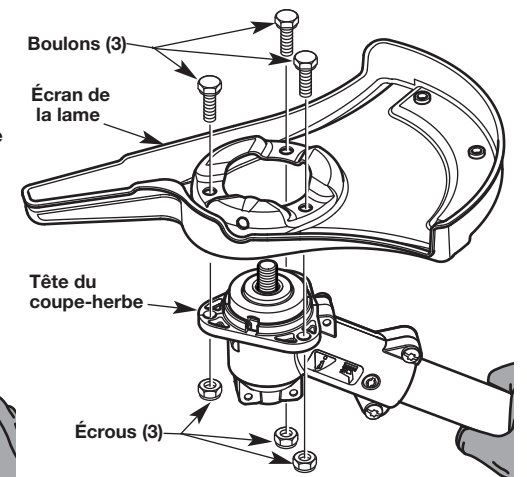

Fig. 9
2. Tenez l'appareil en position d'utilisation (Fig. 9), puis positionnez la poignée en D de manière à assurer une prise idéale.
2. Fixez l'écran de la lame à la tête du coupe-herbe avec les trois boulons et écrous de l'écran à l'aide d'une clé fermée ou d'une clé à douilles de 7/16 po (Fig. 9).
1. Desserrer et enlever les trois boulons et écrous de garde à l'aide d'une clé 7 / 16 pouce fermée ou douille (Fig. 9). Gardez-les avec la lame débroussailluse pour une utilisation future.